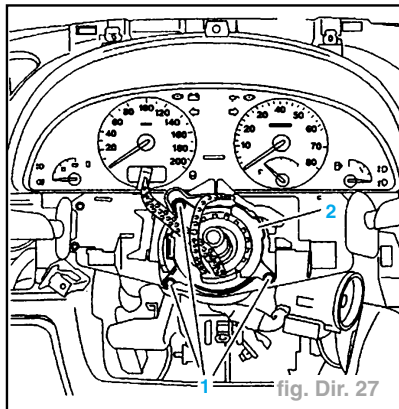

fig. Dir. 27
- les 3 vis (1) (fig. Dir. 27).
- Déposer le raccord tournant de l'allumeur pyrotechnique "airbag" (2).